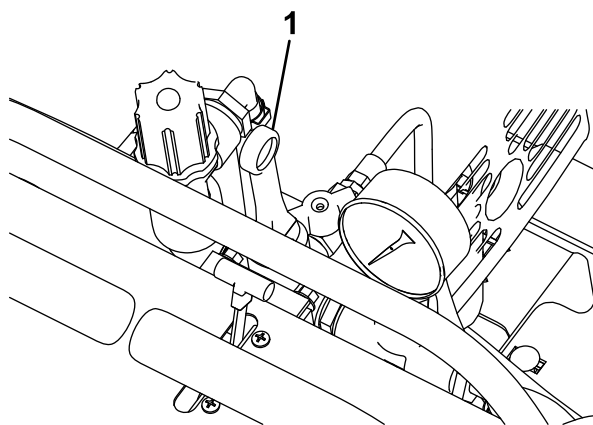

Figure 21
3. Ouvrez la vanne du pulvérisateur pour commencer la pulvérisation (Figure 21).